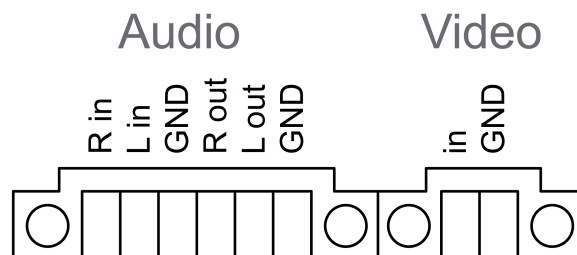

Bild 6: Anschlussbelegung Audio- und Videoverbindungen
- Netzspannung **L** und **N** an Klemme (33) anschließen.
- Control 9 KNX: KNX-Busleitung an Klemme (31) anschließen.
- Audio-Geräte an Klemme (35) anschließen (Bild 6).
- Video-Gerät an Klemme (36) anschließen (Bild 6).